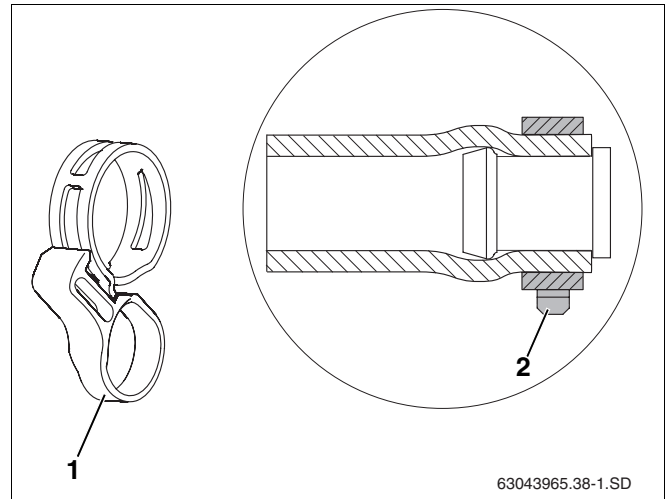

Fig. 39 Abrazadera con anillo tensor montada sobre el tapón ciego previamente montado
- Es imprescindible garantizar la correcta posición de la abrazadera (fig. 39, **pos. 2**) antes de retirar el anillo tensor (fig. 39, **pos. 1**). La tensión puede verse afectada si se suelta posteriormente con un alicate.